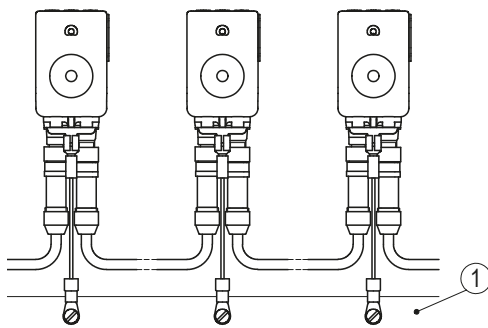

Abb. 5: PE-Schiene
Zum Schutz vor Störungen müssen die Schirme der Signalleitungen und Netzleitung beidseitig angeschlossen werden. Potentialunterschiede führen zu unzulässigen Strömen auf dem Schirm. Den PE Anschluss ③ zwischen den Anschlusssteckern auf das Schutzleiterpotential legen (siehe Abb. 4). Verwenden Sie dazu 6.3 mm Flachstecker mit kurzer Litze 2.5 mm² ... 4 mm² (nicht im Lieferumfang). Bei mehreren Fernanzeigen wird empfohlen die Erdung auf eine PE-Schiene ① anzuschließen (siehe Abb. 5).